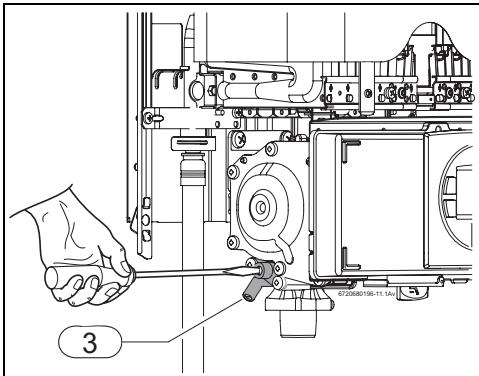

Fig. 26 Tornillo de ajuste del caudal máximo de gas
- ▶ Retirar la selladura del tornillo de ajuste (→Fig. 26).
- ▶ Regular la presión del quemador máximo (→tabla 9) utilizando el tornillo de ajuste del caudal de gas máximo (→Fig. 26).